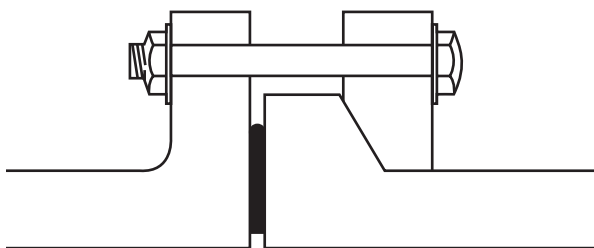

Abbildung 3-16 Losflansch mit Profil-O-Ring und Stahlring
- 2 einen Profil-O-Ring mit Stahlring für ebene Flanschoberflächen (keine Nut erforderlich), so wie in **Abbildung 3-16** dargestellt.